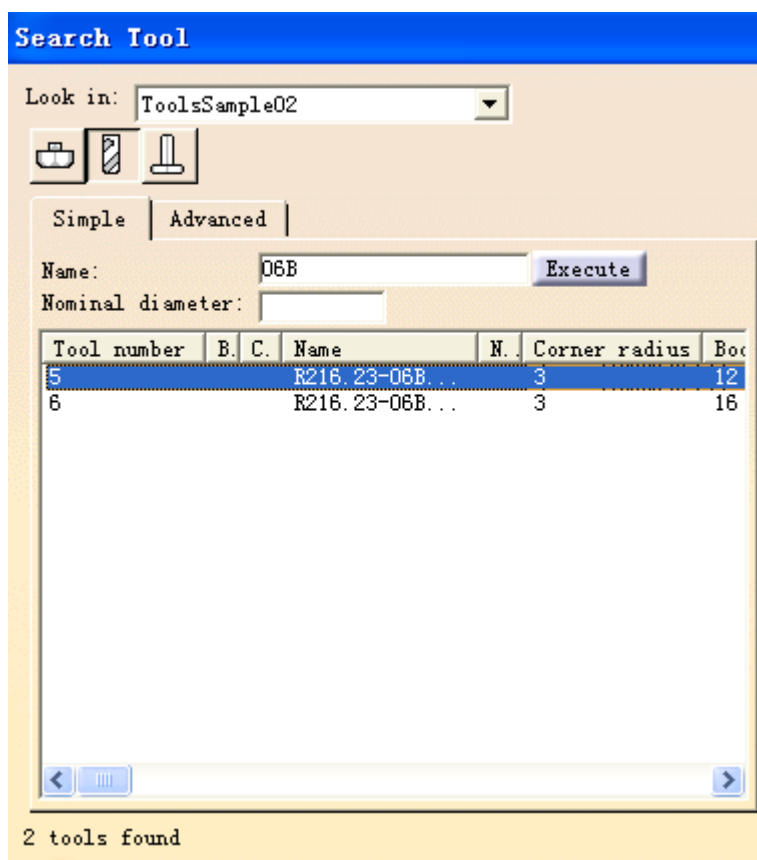
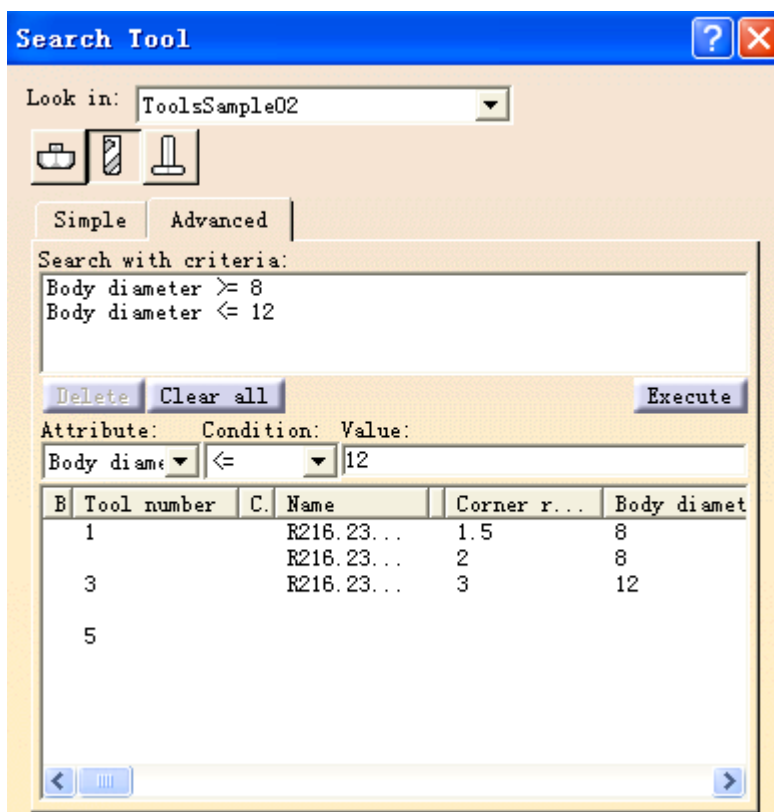

图 1-80 简单搜索刀具
图 1-81 高级搜索刀具
(4) 还可以通过问讯来创建新刀具，为此，点击对话框中的  图标按钮，出现搜索刀具对话框。使用 Look in (查找) 下拉列表选择要搜索刀具的范围，它们是在文件中搜索、在内部刀具目录中搜索和在外部刀具数据库中搜索等。可以通过刀具名称 (Name) 和名义直径 (Nominal diameter) 进行简单的快速搜索 (Simple)，如图 1-80 所示，也可以使用高级搜索功能 (Advanced)。图 1-81 是高级搜索的例子，该例子中搜索的是刀体直径大于等于 8mm，小于等于 12mm 的端铣刀。